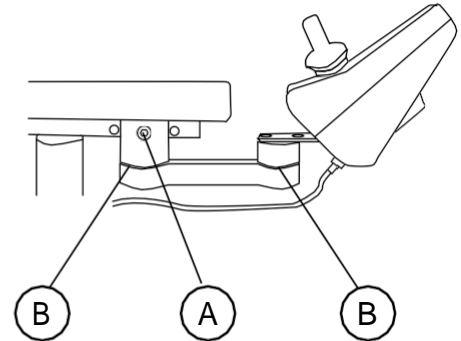

Fig. 5.1 Braccio di comando.
È possibile regolare sia la profondità (A) che la resistenza nelle articolazioni (B) del braccio operativo, vedere la Fig. 5.1.